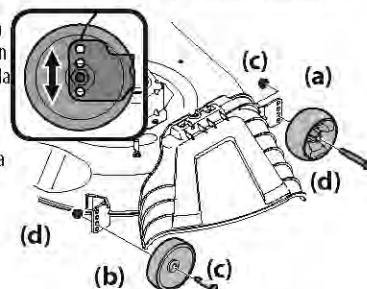

Figura 20
- b. Retire las ruedas delanteras (a) y traseras (b) de la plataforma retirando las tuercas de seguridad con brida (c) y los tornillos con reborde (d) que los sujetan a la plataforma. Consulte la Figura 20.